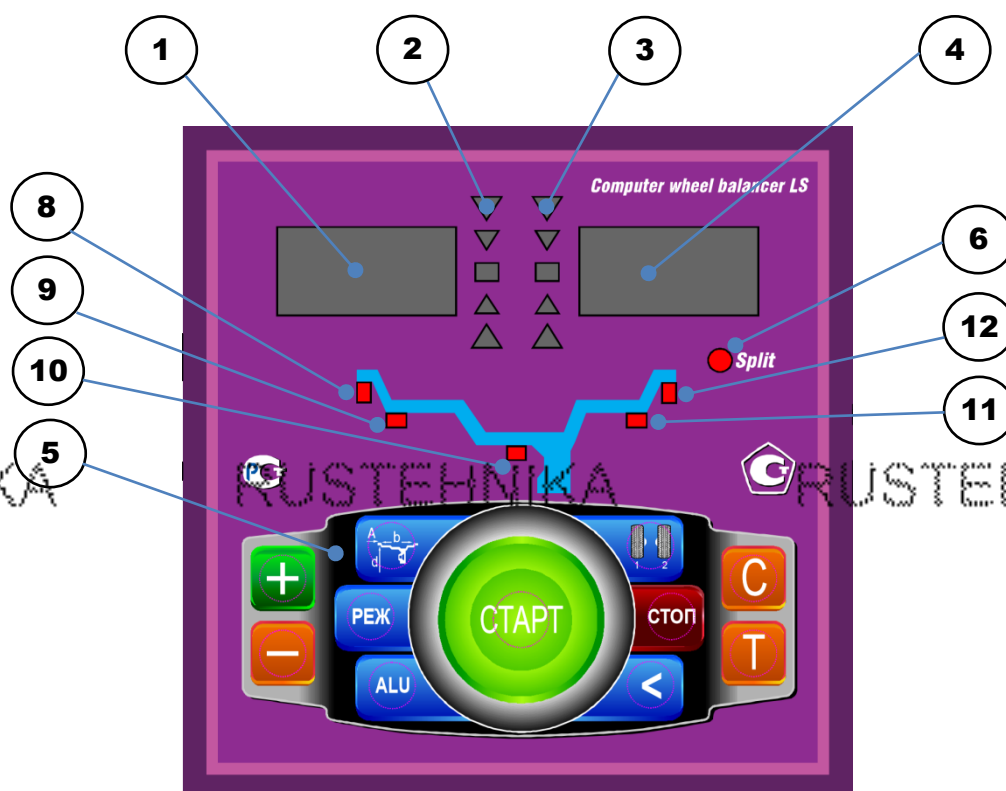

рис.8.1.
8.1. Общий вид лицевой панели показан на рис. 8.1.
При выдвигении штанги на индикаторах 1 (рис. 8.1) отображается значение параметра "А". Значение параметра "d" отображается на индикаторах 4.
Для ввода ширины нажмите кнопку "+" или "-" на индикаторах 1(рис.8.1) высветится "-b-", а на индикаторах 4 значение ширины диска. Через 2-3 сек после установки ширины индикаторы в режим отображения текущего дисбаланса.
Дважды нажать кнопку "A, d, b", после чего на индикаторах 1 (рис.8.1) загорается символ "A", а на индикаторах 4 исходная величина дистанции. Нажимая кнопки "-" и "+" установить на индикаторах 4 требуемую величину дистанции. Через 2-3 сек после установки дистанции показания на индикаторах 1 и 4 возвращаются к отображению текущего дисбаланса, а кнопки "-" и "+" возвращаются в режим ввода ширины обода.
11.1. Переключение схем ALU1-ALU5 осуществляется последовательным нажатием кнопки "ALU" при этом схема установки грузов отображается загоранием соответствующих светодиодов 8-12 (рис.8.1), кроме того, на индикаторах 1 отображаются символы ALU, а на индикаторах 4 номер 1-5. Через 2-3 сек. после установки требуемой программы ALU индикаторы 1-4 переходят в режим отображения дисбаланса.
12.3. Для входа в программу Split удерживайте кнопку РЕЖ, до того, как загорится светодиод 6 (рис.8.1) и на индикаторах 1 загораются символы "SPn", означающие, что необходимо ввести число спиц обода колеса, подлежащего балансировке. При этом на индикаторах 4 загорается цифра 5. Если число спиц колеса отличается от 5, кнопками "-" и "+" установить на индикаторах 4 фактическое число спиц колеса.
12.4. Запустите СБ. После остановки вала установите любую спицу обода колеса вертикально вверх (на 12 часов) и нажмите кнопку С. После чего, на индикаторе 1 и линейке 2 (рис.8.1) будут указаны величина и место установки корректирующего груза на внутренней плоскости.
Эта функция обеспечивается тем, что каждый раз при вводе новых геометрических параметров и установке требуемой программы ALU, предыдущее состояние запоминается. Для перехода от одного набора параметров к другому необходимо нажать кнопку "1-2". Визуальный контроль того, какие параметры установлены в данный момент, осуществляется нажатием "А, d, b" на индикаторах 4 (рис.8.1) будут последовательно отображены, установленные в данный момент диаметр, ширина обода и дистанция.
14.1. При включении тумблера питания СБ на индикаторах 1 (рис. 8.1) высвечивается трёхзначное число - номер версии программного обеспечения. Через 2-3 сек на индикаторах 1 и 4 должны загореться нули, кроме того должны загореться светодиоды 8 и 12, что свидетельствует о включении режима стандартной балансировки с установкой на обеих плоскостях коррекции грузиков на пружинках. На линейках 2 и 3 (рис. 8.1) должны загореться центральные светодиоды.
14.2. При включении СБ программа измерения дисбаланса настраивается таким образом, что дисбаланс менее 8 г (заводская установка для легкового режима) на любой плоскости коррекции не показывается, в этом случае на индикаторах 1 и 4 (рис. 8.1) высвечиваются "0". Минимальный дисбаланс отображающийся на индикаторах 1 и 4 равен 8г. Дисбаланс, превышающий 8г, округляется до величины кратной 5, т. е. дисбаланс 9, 10, 11 и 12 г отображается цифрой 10, дисбаланс 13, 14, 15, 16 и 17 г - цифрой 15 и т. д. Для просмотра неокруглённого значения дисбаланса или дисбаланса менее 8г. необходимо нажать кнопку "<", при этом на индикаторах 1 и 4 на 2-3 сек высвечиваются фактические значения дисбаланса, определённые в данном запуске.